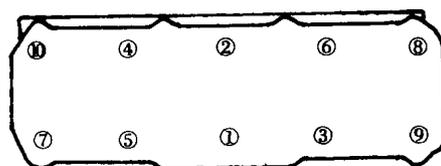

图 1-2 缸盖螺栓旋紧顺序
(5)缸盖的安装。安装缸盖时,活塞不可置于上止点,即在曲轴任何一个连杆轴颈位于上止点后,再倒转 1/4 转,否则会损坏气门和活塞顶。气缸垫安装时,缸垫上有字样标记“OBENTOP”的一面朝上。先安装缸盖的定位螺栓 8 和 10,见图 1-2,再安装其他螺栓。然后再旋出定位螺栓,最后旋入 8、10 螺栓。旋紧缸盖螺栓时,应由中间向两边交叉、对称分 4 次旋紧,见图 1-2。第一次螺栓的转矩为 40N·m、第二次螺栓的转矩为 60N·m、第三次螺栓的转矩为 75N·m、第四次连续用扳手转动螺栓 1/4 圈。